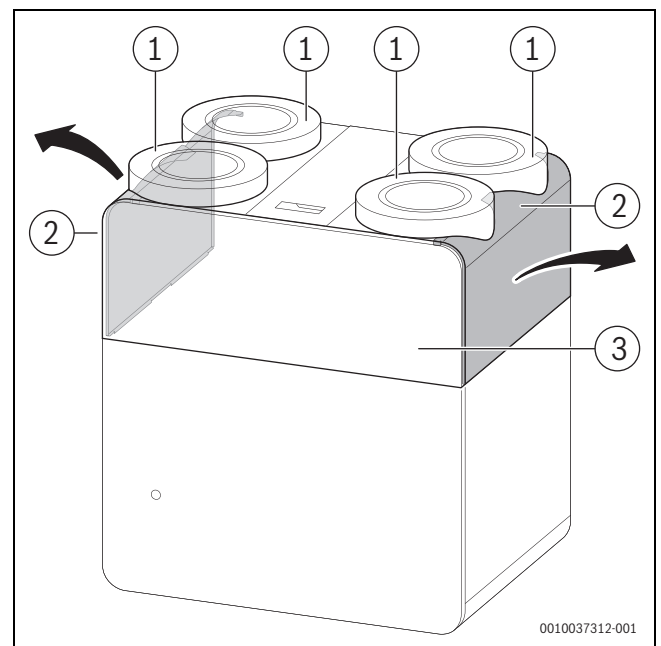
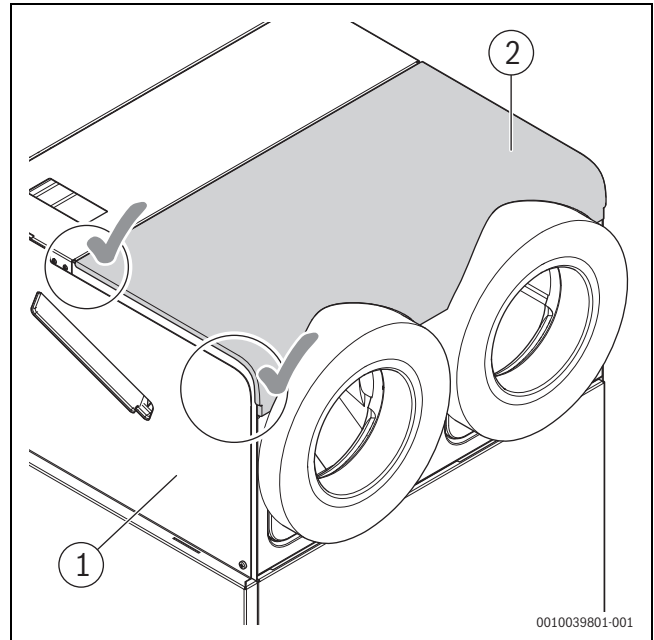
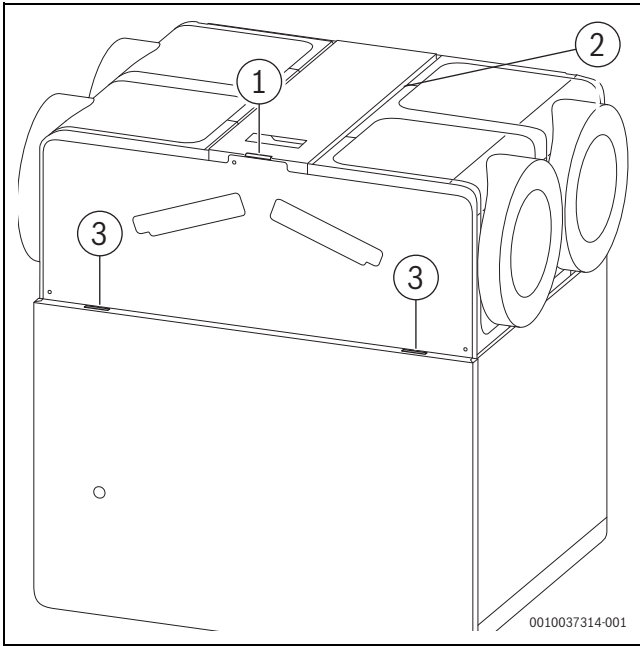

Bild 17 Umbau Anschlussstutzen - Bleche
Bild 20 Finaler Zustand - Anschlussstutzen seitlich
Bild 21 Aussparungen für Laschen der Abdeckblende Filter
- ▶ Designblende (→ Bild 20, [2]) von oben auf die Oberseite des Geräts montieren. Hierzu die Designblende ca. im 45°-Winkel ansetzen, in die Aussparung am Mittelsteg (→ Bild 21, [2]) einfädeln und nach unten klappen.
- ▶ Abdeckblende Filter (→ Bild 17, [3]) wieder montieren. Hierzu erst an den beiden unteren Laschen (→ Bild 21, [3]) ansetzen und anschließend die obere Lasche (→ Bild 21, [1]) einfädeln.